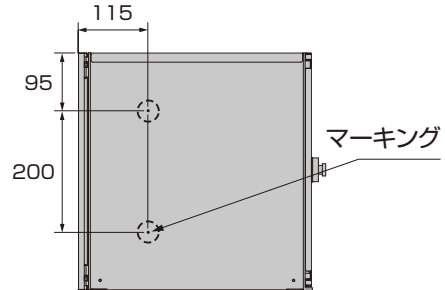

図4-1
①ポスト本体の両側面4カ所のマーキング部にφ6の穴をあけてください(図4-1参照)